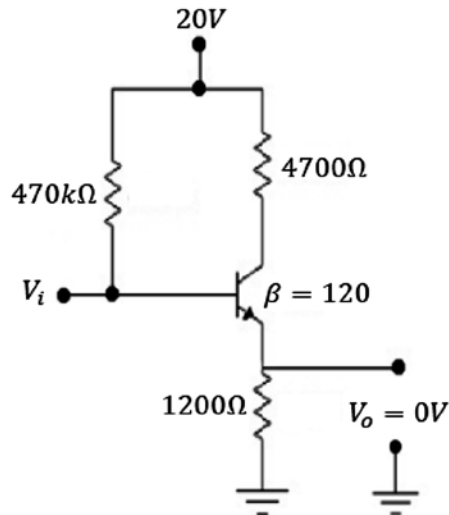

Figura 4.58 Ejercicio de aplicación. Fuente: Elaboración propia
- n) Las mediciones del circuito de la figura 4.58 indican que la red no está funcionando correctamente. Enumere las posibles razones de lo ocurrido.